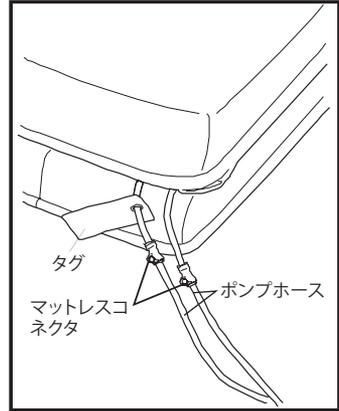

図7
2. 右(図7)に示す通り、ポンプホースをマットレスに取り付けます: